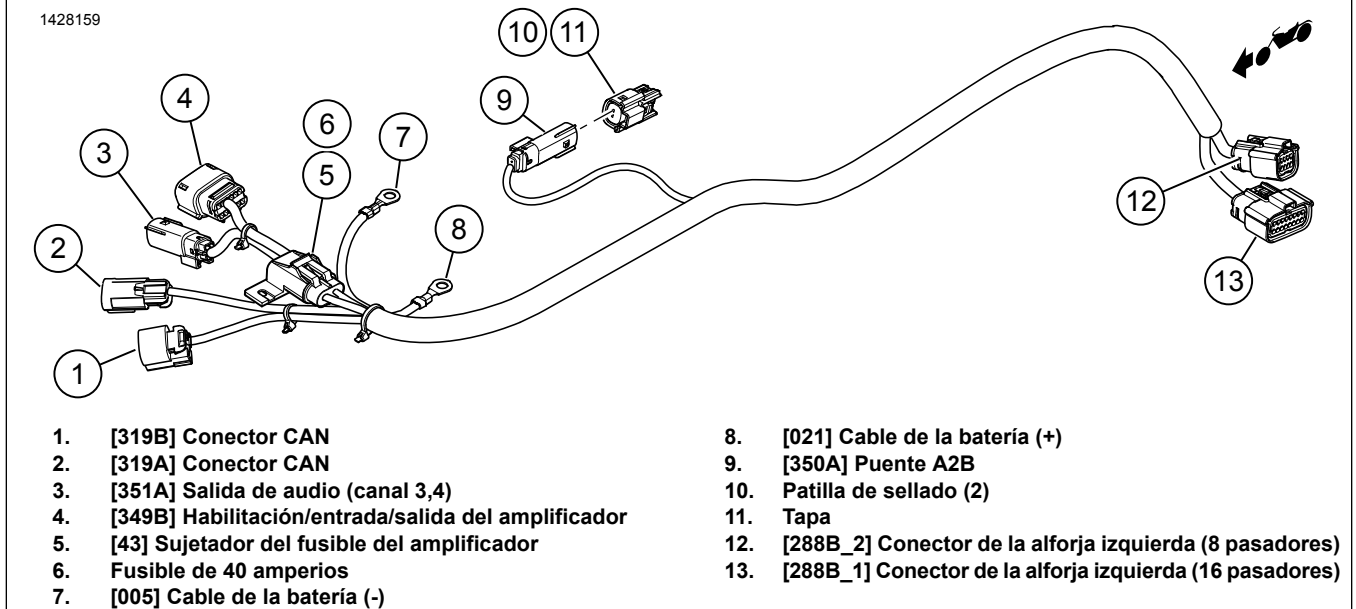

Figura 13. Conectores del arnés externo (2017 y posteriores)
Consulte la Figura 13. Si **NO** hay un amplificador secundario instalado, inserte las patillas de sellado (10) en la tapa (11) y enchúfelas al conector [350A] (9).
También consulte Figura 13 para ver los conectores del arnés externo correspondiente a los modelos 2017 y posteriores.